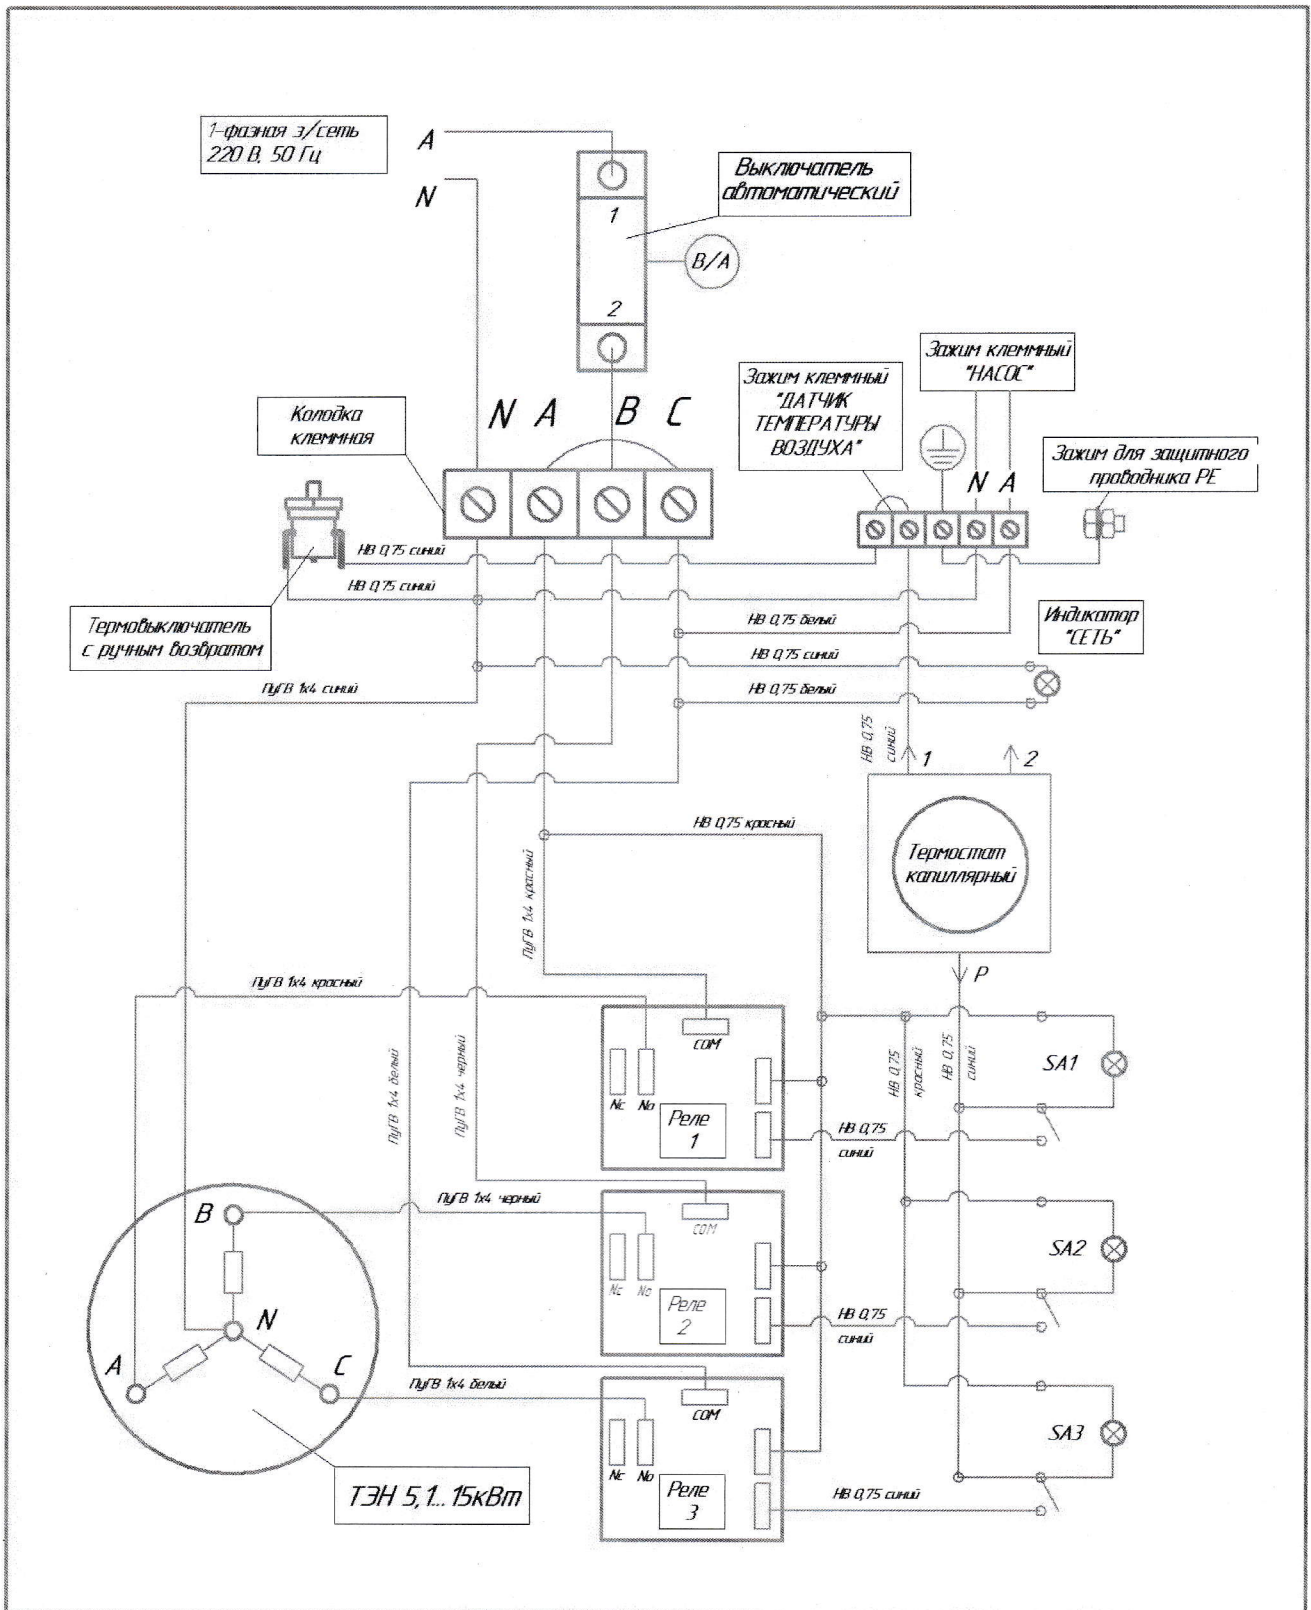
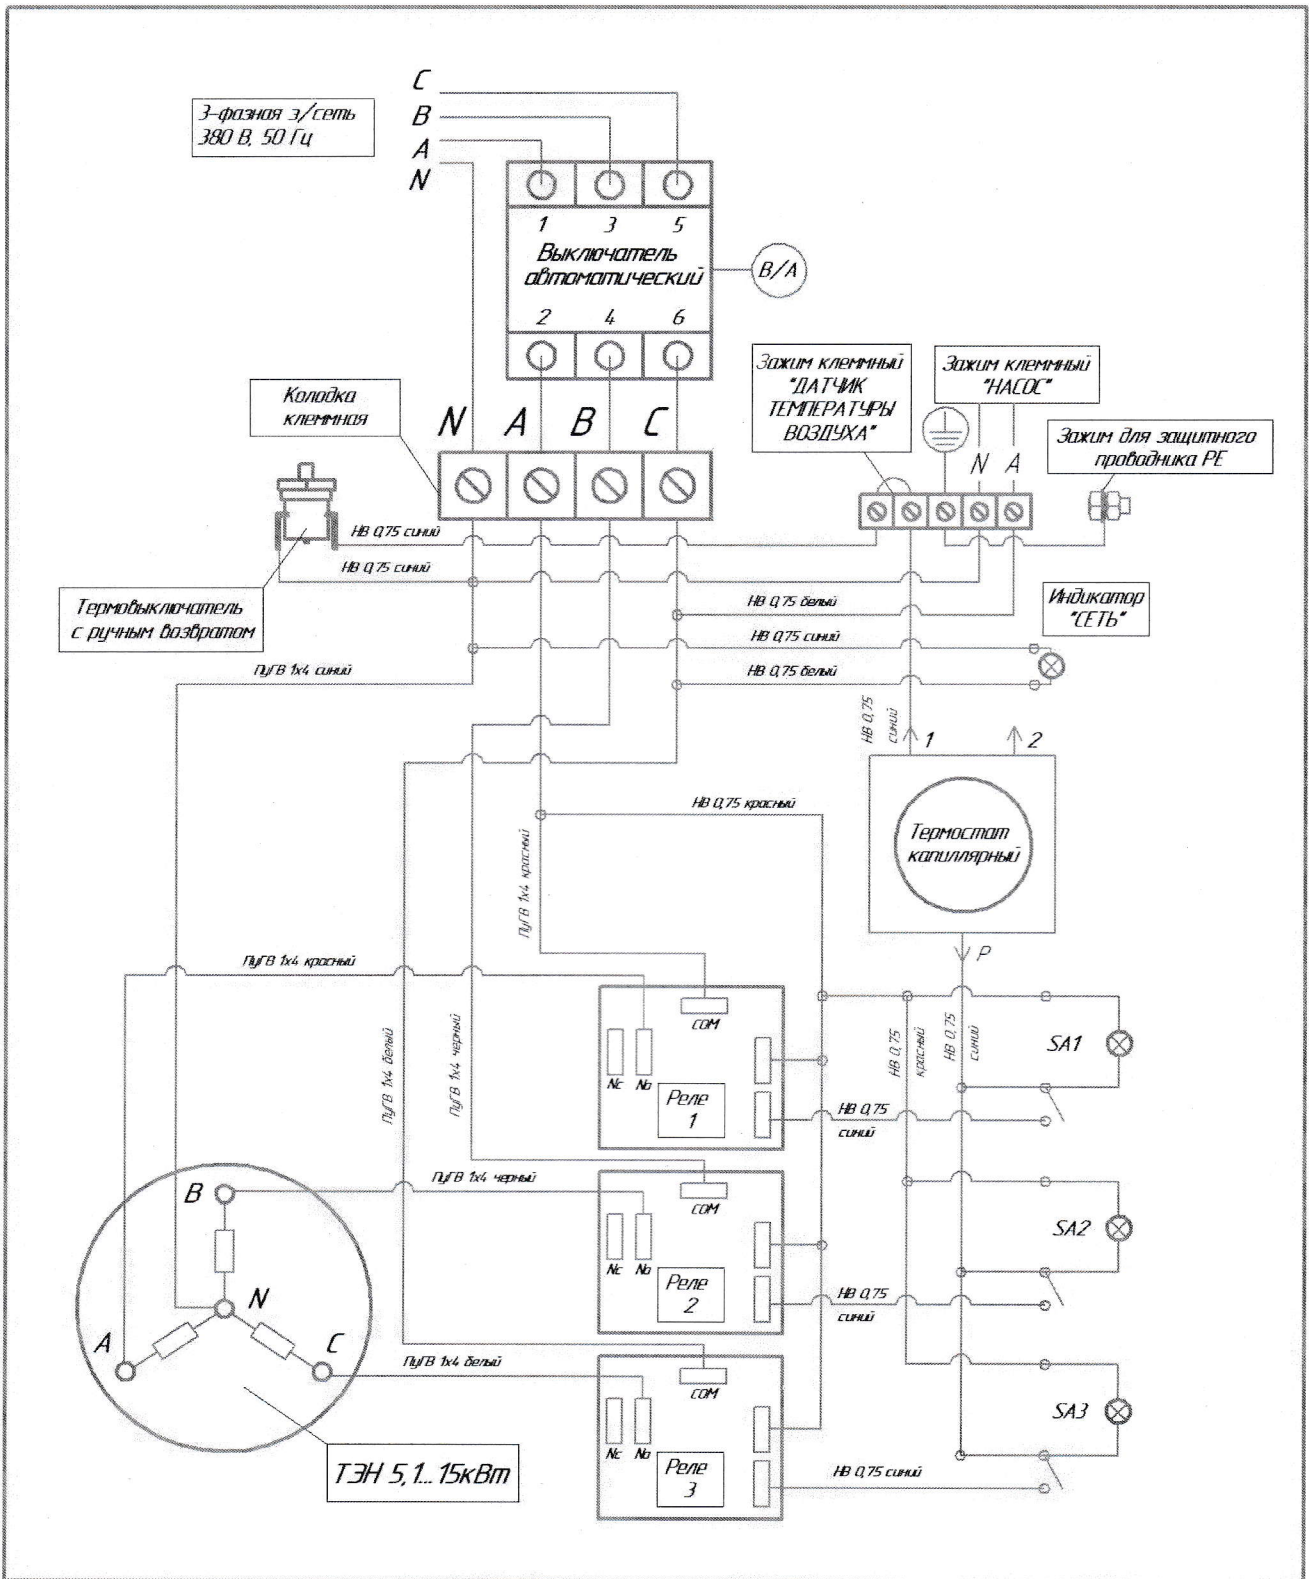

Рисунок 5
Рисунок 6
7.2.1 К приборам можно подключить датчик температуры (комнатный термостат). При подключении к зажиму "Датчик температуры воздуха" рис. 5 или рис.6 датчика температуры, схема управления прибора автоматически переключится на совместную работу с этим оборудованием, при условии, что все клавишные переключатели находятся в положении «I». Если выбран режим работы электроприбора с датчиком температуры следует помнить, что при размыкании контакта датчика прибор отключается.